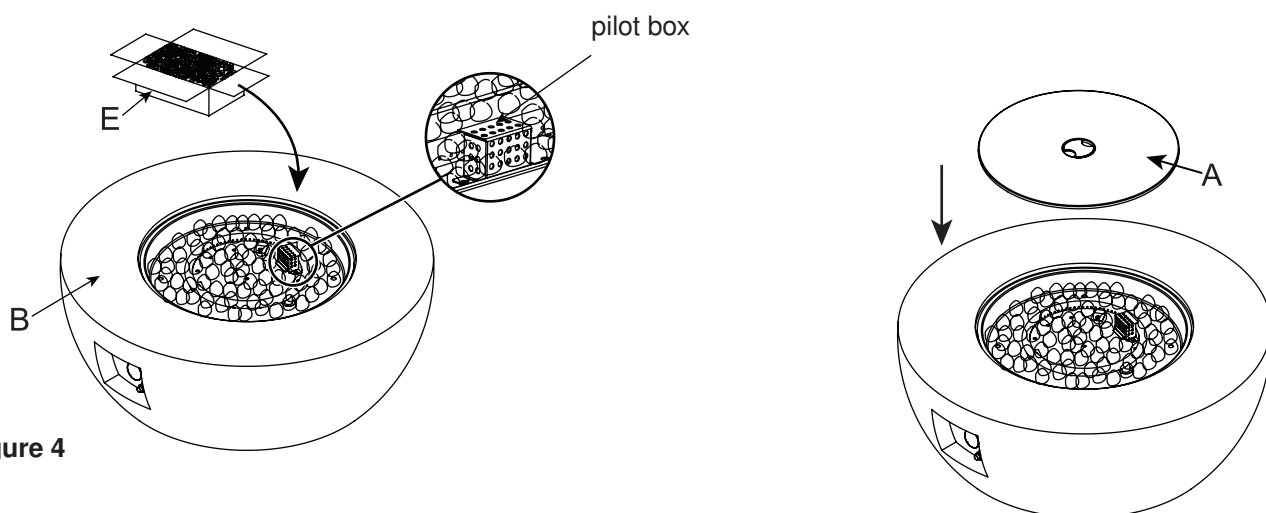

Figure 4
5. Öntse a lávaköveket (E) a tűzrakó tálba (B) (lásd Figure 4).